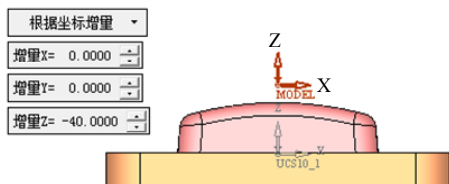

图 3-3 调入模型
- 单击“Feature Guide”对话框“可选”栏中的“选择选项拾取参考”按钮, 选择“根据坐标增量”选项, 输入Z增量为“-40.0000”; 然后单击“Feature Guide”对话框中的确定按钮, 完成模型调入, 如图 3-3 所示。